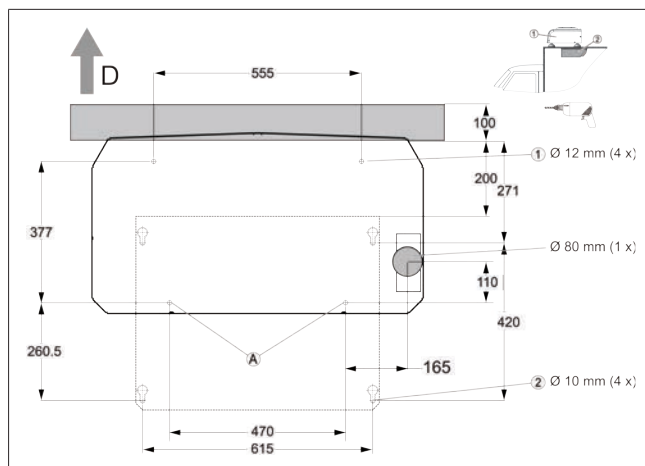

Fig. 6
2. Praticare i fori come indicato in Fig. 6.